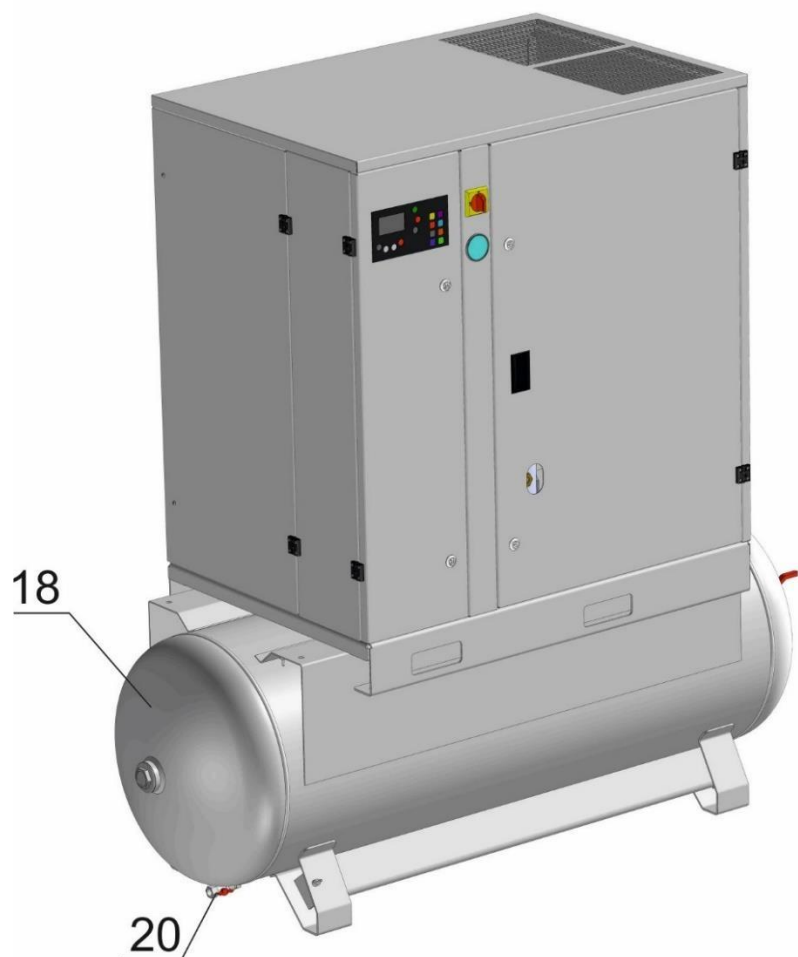

Рисунок 2 – Общий вид компрессорных установок ВК25Т-...-500(BC), 30Т-...-500(BC)
**18 – Ресивер воздушный** (см. рисунок 2 или 3) предназначен для сбора сжатого воздуха, устранения пульсации давления, предварительного отделения конденсата и масла. Ресивер одновременно является корпусом, на котором смонтированы агрегаты компрессорной установки.
**20 – Конденсатоотводчик** (см. рисунок 2 или 3) предназначен для удаления скопившихся в ресивере конденсата и масла.